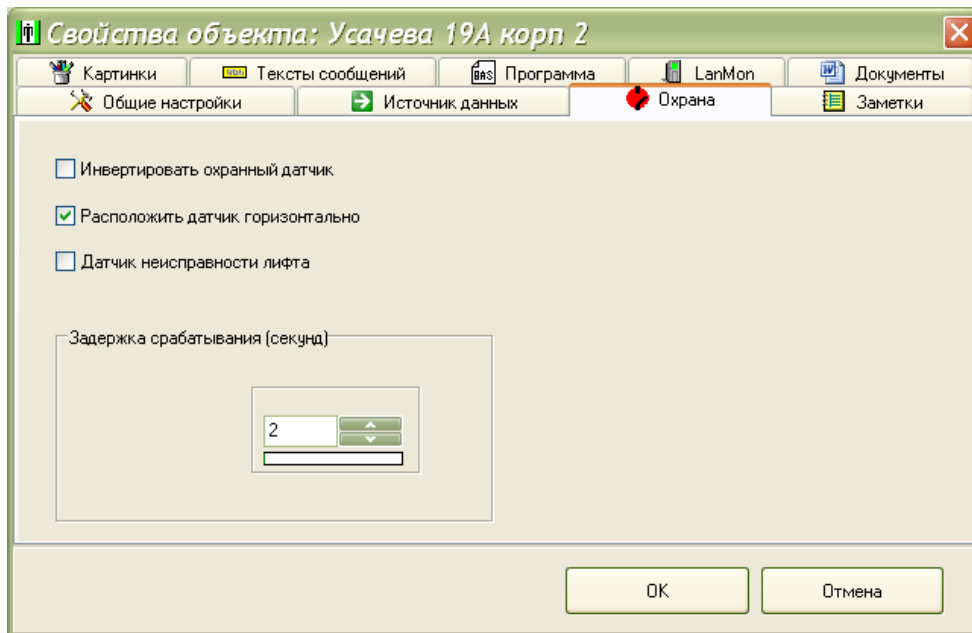

Рисунок 20
4) На вкладке «Охрана» задать задержку срабатывания охранного датчика (рекомендуется 1 с). Датчик можно расположить на карте горизонтально, установив соответствующую галочку (рисунок 20). При использовании датчиков с нормально разомкнутыми контактами установить признак инвертирования. Нажать кнопку «ОК» для сохранения настроек. Аналогично настроить остальные охранные датчики.